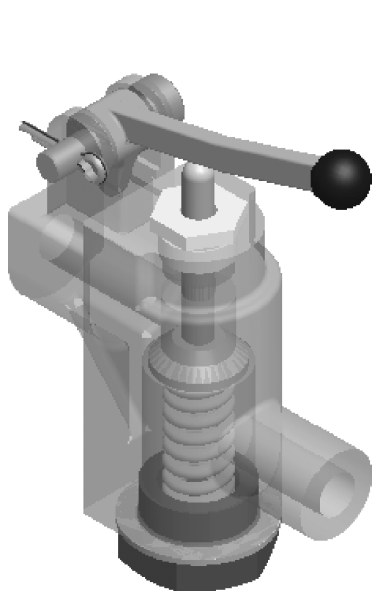
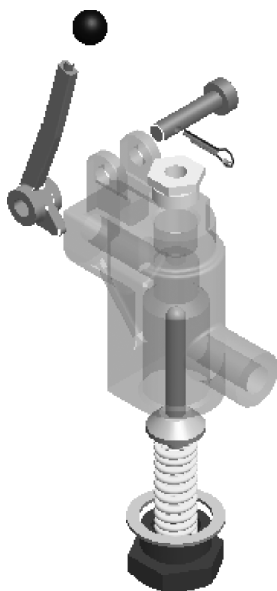

图 9-97 手压阀装配图
图 9-98 手压阀分解视图
(1) 使用文件夹“\习题\第9章\xiti9-2-1”中的零件完成如图9-97的手压阀装配图, 并生成如图9-98所示的分解视图。